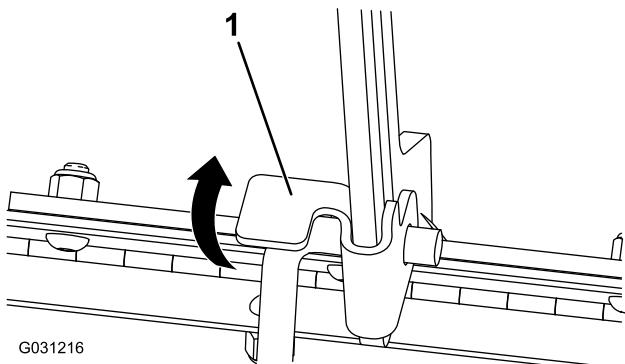

Figura 37
- Sollevate la linguetta che assicura l'asta di supporto (Figura 37)